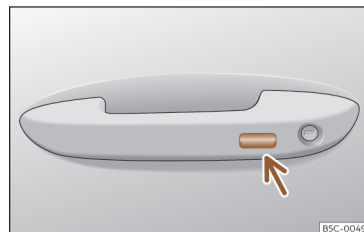

Fig. 87 Manípulo da porta: superfície sensora.
• **OU:** através do sistema Keyless Access (apenas fecho): Mantenha um dedo durante alguns segundos sobre a superfície sensora de bloqueio >>> **Fig. 87** (seta) do manípulo da porta para fechar as janelas e o teto. Se deixar de tocar na superfície sensora, a função de fecho é interrompida.
Mantenha um dedo durante alguns segundos sobre a superfície sensora de bloqueio >>> **Fig. 87** (seta) do manípulo da porta para fechar o teto. Se deixar de tocar na superfície sensora, interrompe a função de fecho.